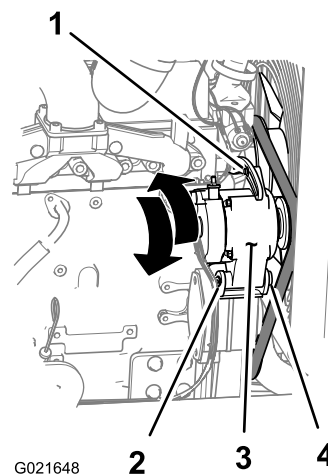

Рисунок 115
3. Ослабьте гайку и болт в шарнирном креплении генератора (Рисунок 115).
4. Ослабьте затяжку регулировочного болта на генераторе (Рисунок 115).
5. Отведите генератор в сторону от двигателя, чтобы увеличить натяжение ремня; подведите генератор ближе к двигателю, чтобы снизить натяжение ремня (Рисунок 115).
6. Затяните регулировочный болт генератора (Рисунок 115).
8. Если натяжение ремня правильное, затяните гайку и болт в шарнирном креплении генератора (Рисунок 115); в противном случае повторите действия, указанные в пунктах 4 – 7.